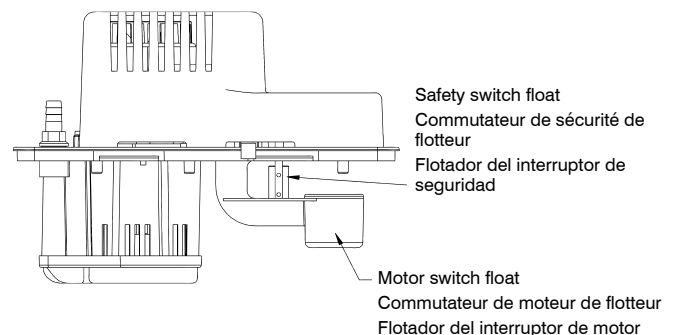

Fig. 6
- Be sure the floats move freely. Clean as necessary (Figure 6).
- Test motor switch by raising motor switch float with finger (Figure 6). Motor should turn on just before float contacts cover.
- Veillez à ce que les flotteurs bougent librement. Nettoyez-les au besoin (Fig. 6).
- Tester le commutateur de moteur en levant le commutateur de moteur du flotteur avec le doigt (Figure 6). Le moteur doit se mettre en marche avant que le flotteur ne touche le couvercle.